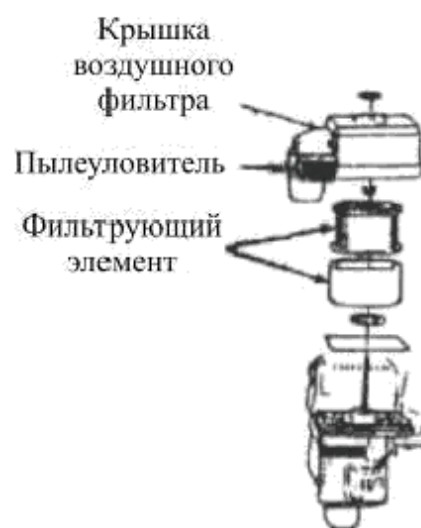

Рис.9
2. Циклонный тип (с пылесборником) (рис.9)